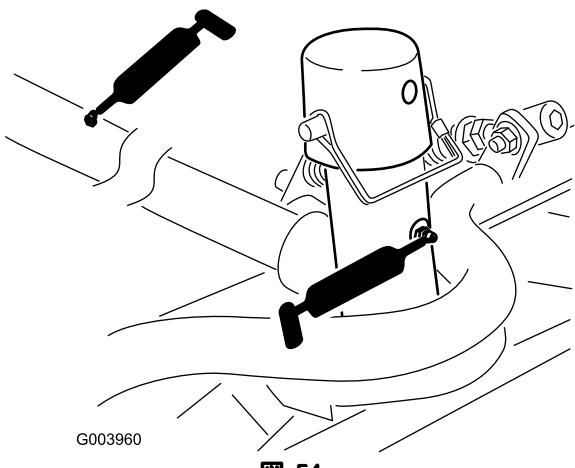

図 54
- ・ カッティングユニットのキャリア・フレームとピボット（各2）（図 54）